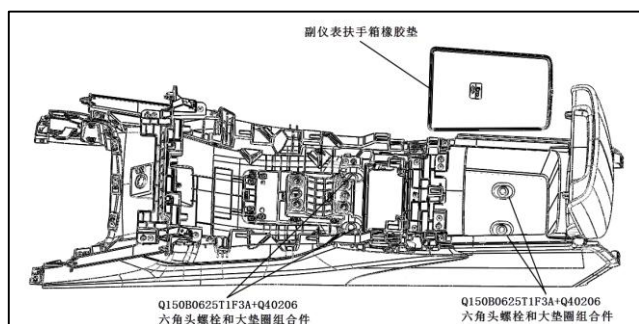

图 1.6.9 副仪表板固定螺栓的拆卸
- (1) 打开扶手, 从储物盒中取出扶手箱橡胶垫。用长柄10号六角套筒将固定副仪表板本体与后安装支架的两个螺栓(Q150B0620T1F3A+Q40206六角头螺栓和大垫圈组合件)松开并取出螺栓, 再将扶手放回到原来状态。如图1.6.9所示:
- (2) 用长柄10号六角套筒将固定副仪表板本体与中部安装支架的两个螺栓(Q150B0620T1F3A+Q40206六角头螺栓和大垫圈组合件)松开并取出螺栓。如图1.6.9所示: